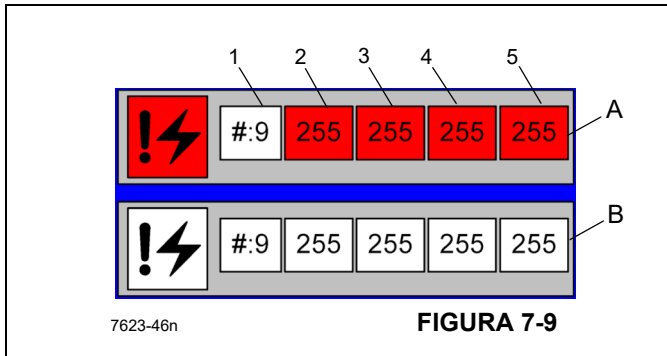

FIGURA 7-9
A Figura 7-9 mostra falhas ativas e registradas. O sistema de controle do guindaste exibe até as 20 falhas ou erros mais recentes registrados do(s) sistema(s) de controle do guindaste e do RCL. As setas circulares podem ser usadas para rolar pelas falhas ativas. Esta série de números corresponde a uma falha específica para um módulo, conector e pino específicos. Para apagar os códigos de falha registrados, podem ser pressionados o botão do ícone do código de falha e o “X” em vermelho.
O seguinte descreve a tela do código de falha (Figura 7-9):
- Caixa de falha ativa (vermelho, A, Figura 7-9) — O sistema de controle do guindaste exibe até 20 falhas ou erros ativos no(s) sistema(s) de controle do guindaste e do RCL. Os números das falhas somente são exibidos quando a falha ocorre e são apagados quando a falha é corrigida. Os números de três dígitos correspondem a uma falha específica de um módulo, conector e pino específicos. Os seguintes dados constituem o código de falha:
- Caixa de falhas registadas (B, Figura 7-9) — As falhas registadas não estão atualmente ativas. Use as setas para cima/para baixo para rolar pelos códigos.